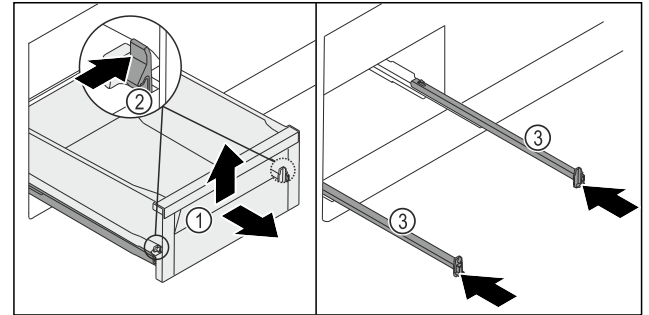

Fig. 127
- Çekmeceyi Fig. 127 (1) sonuna kadar dışarı çekin.
- Sağ ve soldaki bağlantıyı Fig. 127 (2) aynı anda içeriye doğru bastırın.
- Çekmece Fig. 127 (1) kızaklardan ayrılır.
- Çekmeceyi Fig. 127 (1) önden yukarı kaldırın.
- Çekmeceyi Fig. 127 (1) öne doğru çıkartın.
- Kızakları Fig. 127 (3) içeri itin.